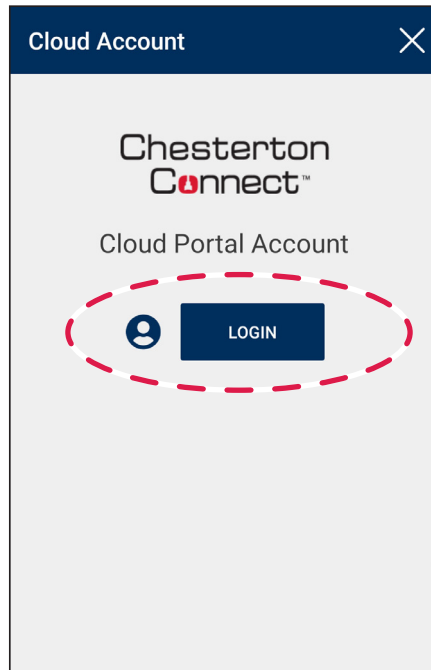

Abbildung 34
2. Wählen Sie **Anmelden** aus (siehe Abbildung 34).